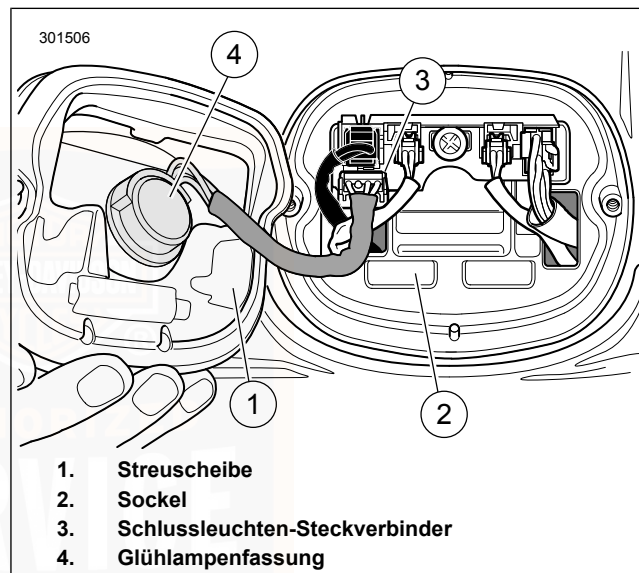

Abbildung 97. Schlussleuchtenbaugruppe
2. Siehe Abbildung 97. Den Schlussleuchten-Steckverbinder (3) abklemmen.
3. Die Glühlampenfassung (4) um eine Vierteldrehung nach links drehen und aus der Schlussleuchte nehmen. Die Glühlampe entfernen.
2. Siehe Abbildung 97. Fassung (4) in die Schlussleuchtenbaulampe einstecken. Eine Vierteldrehung im Uhrzeigersinn drehen.
3. Den Schlussleuchten-Steckverbinder (3) einstecken.